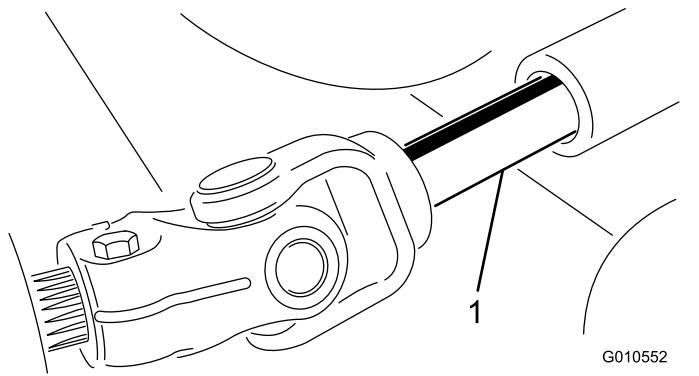

Figura 25
5. Allontanate l'apparato di taglio dal trattorino, separando le sezioni maschio e femmina dell'albero della presa di forza (Figura 25).